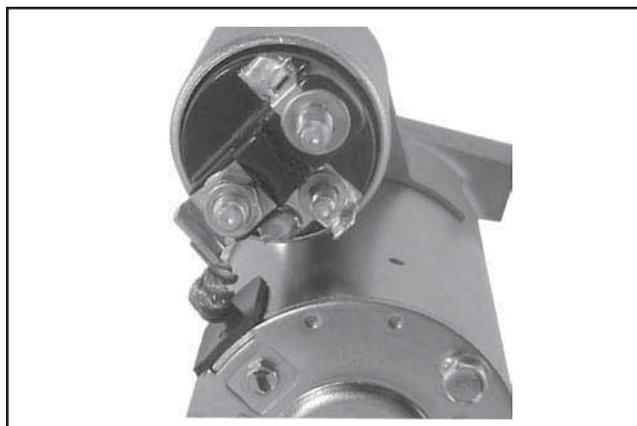

Figure 8-73. Connexion du câble de balai positif (+).
14. Brancher le câble/bride du balai positif (+) sur le solénoïde et fixer à l'aide de l'écrou hexagonal. Serrer l'écrou à **8-11 N·m (71-97 pouces lb)**. Ne pas trop serrer. Voir la Figure 8-73.